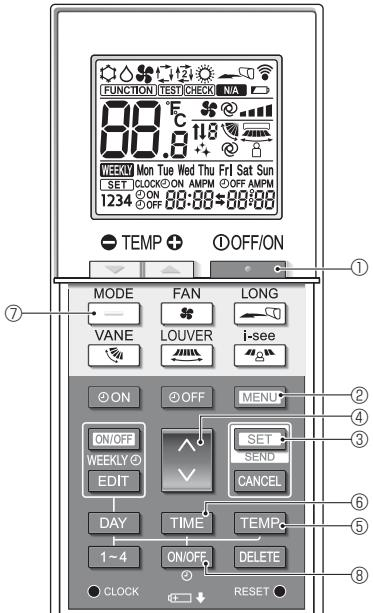

Fig. 4-7
- Нажмите кнопку ①, чтобы остановить работу кондиционера воздуха.
- Нажмите кнопку ②. Отобразится экран настройки Function (Настройка функций) и будет мигать числовое значение функции Ⓐ. (Fig. 4-7)
- Номер функции Ⓐ начнет мигать. (Fig. 4-7)
- Нажмите кнопку ②.